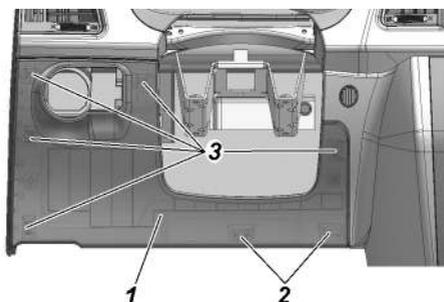

Рис. 9.30. Установка крышки блока реле и предохранителей :
- вывести из зацепления две защелки 2 (рис. 9.30) с оборотной стороны крышки блока, расположенные в нижней ее части;